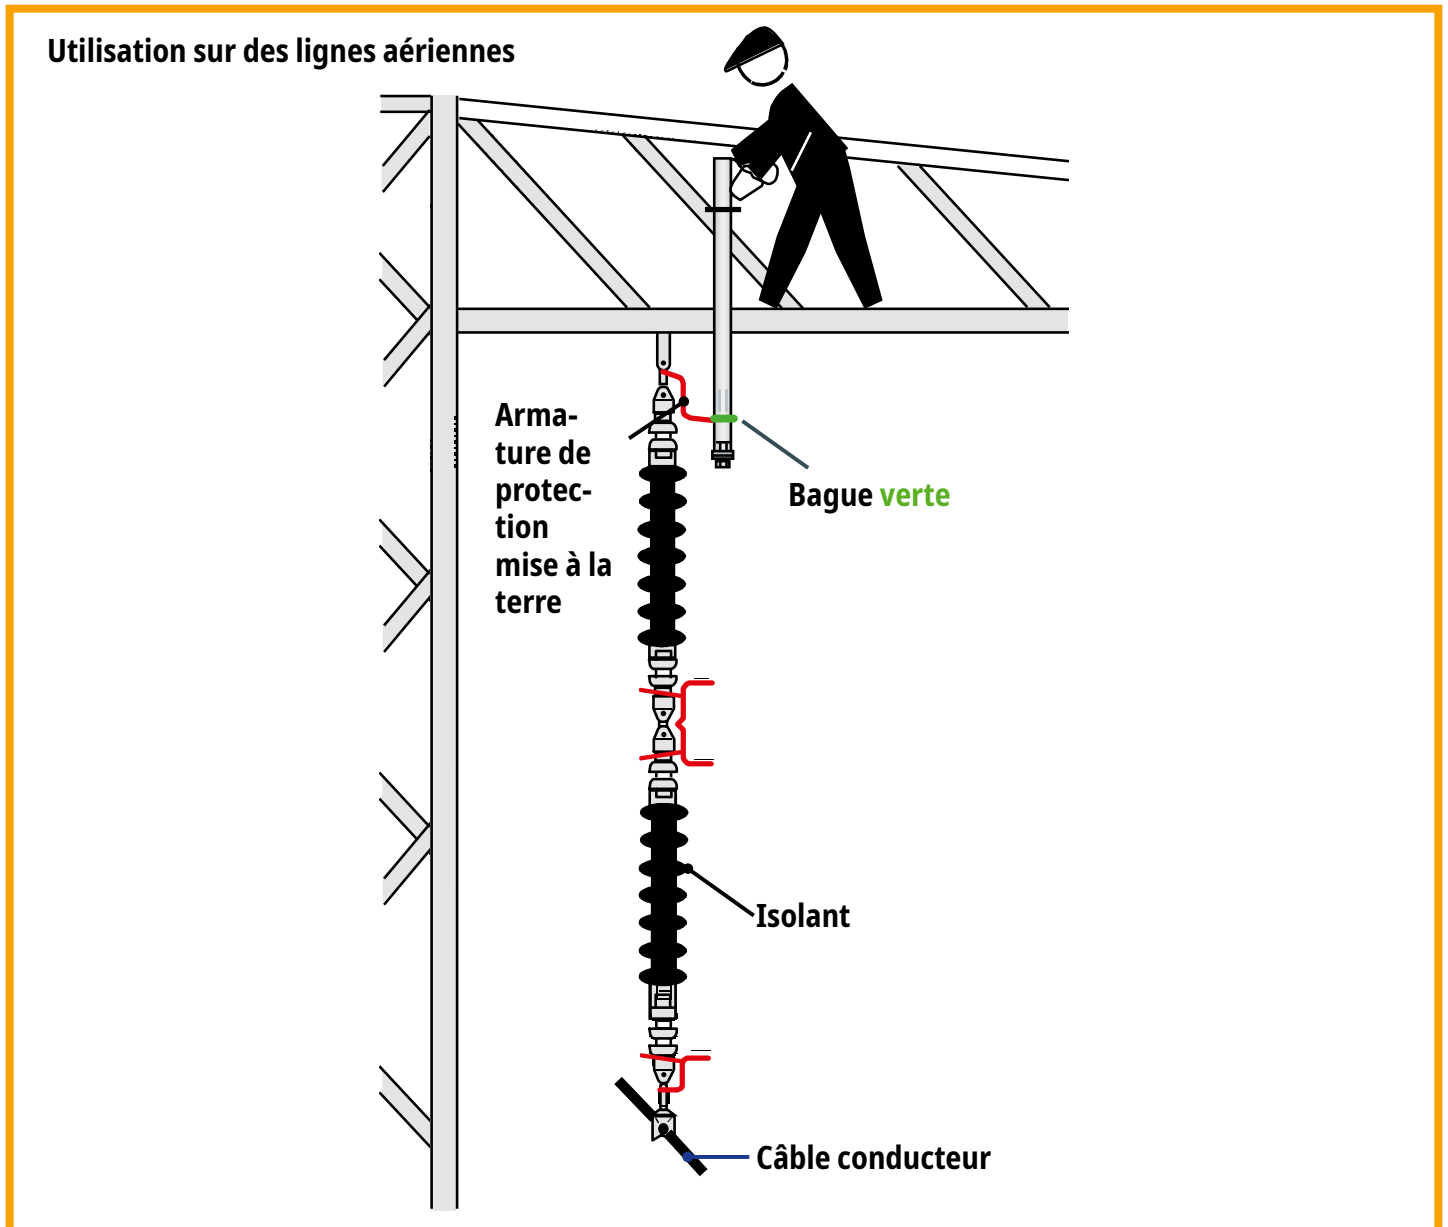

Figure 6 Exemple d'application, traverse de mât (sans rallonge)
- ⇒ La position d'utilisation peut être sélectionnée librement (voir figure 6, page 12).
- Pour tester l'absence de tension, la bague verte du détecteur est posée sur l'armature de protection mise à la terre de l'isolant, de sorte que la tête de travail du détecteur de tension haute tension, comme le montre figure 6, est orientée vers le câble conducteur à tester fixé à l'autre extrémité de l'isolant (axe longitudinal de l'appareil parallèle à l'axe longitudinal de isolant). Si le conducteur est sous tension, l'affichage/le message intermittent du signal visuel et sonore augmente (facteur 10).
- ⇒ La partie de l'installation dont l'état de tension doit être vérifié doit être visée avec la tête de travail (figure 6).